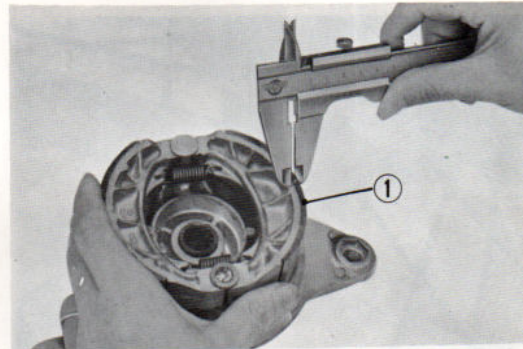

Fig 113 Mesure de l'épaisseur des garnitures
- 5) Contrôle l'usure des garnitures. (Fig. 113)